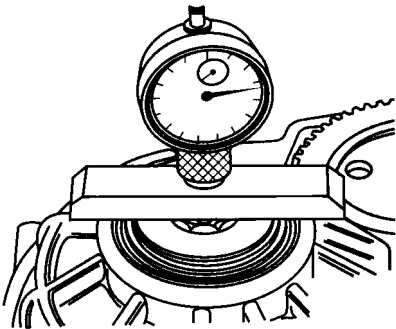

图 5-37 安装千分表
④ 以 1 mm 预紧量将千分表装到螺栓头中间,如图 5-37 所示。